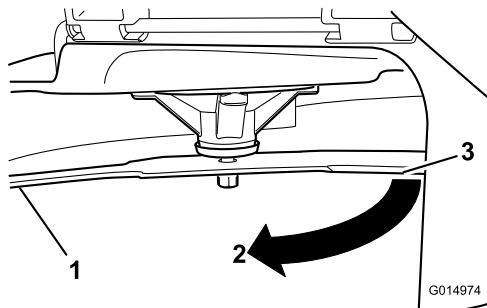

**Figura 90**
5. Mida desde la punta de la cuchilla hasta la superficie plana (**Figura 90**).